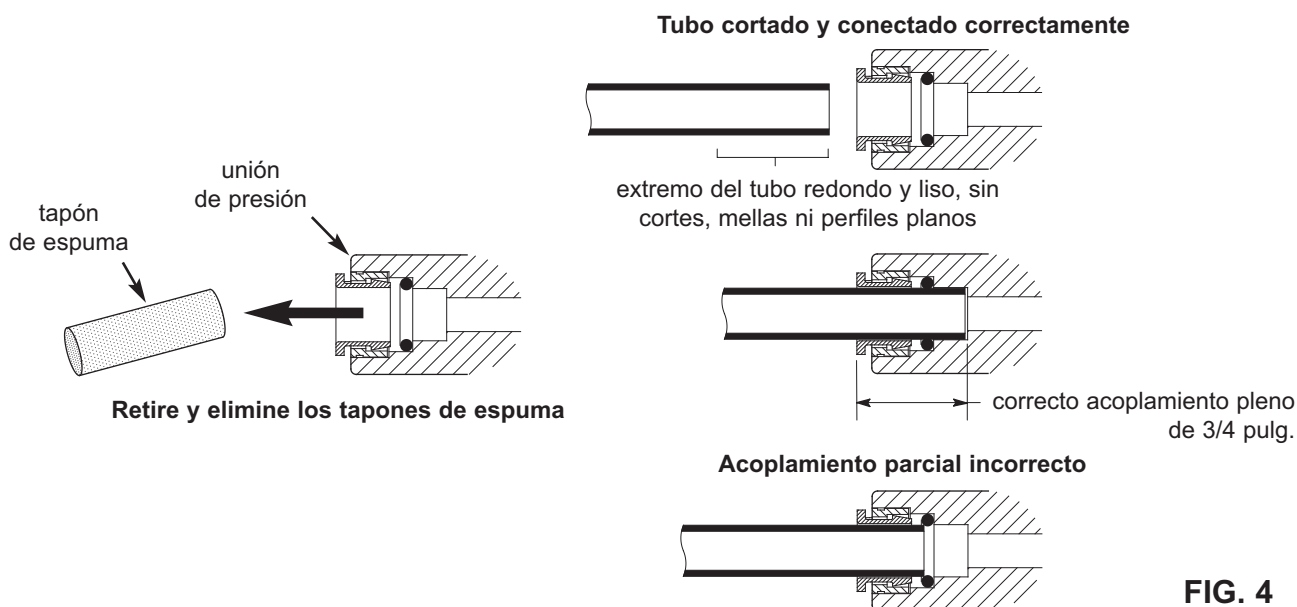

FIG. 4
**NOTA: Retire los tapones protectores de espuma antes de conectar los tubos. (Vea la Fig. 4). Deseche los tapones de espuma.**